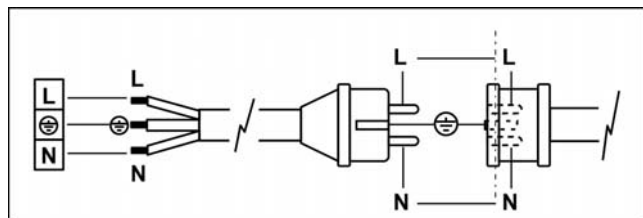

Abb. 2
Der Anschluss an die Gasleitung soll angemessen dimensioniert sein und dem vorgesehenen Anlagentyp entsprechen. Die „Gasrampe“ soll gemäß Abb. 2 ausgeführt sein: Die Gasleitung (1), der Absperrhahn (2) und die schwingungsdämpfende Kupplung (3) sind nicht im Lieferumfang des Warmlufterzeugers enthalten. Sie sind vom Installateur an die Gasventileinheit (4) anzuschließen, die mit dem Warmlufterzeuger mitgeliefert wird.